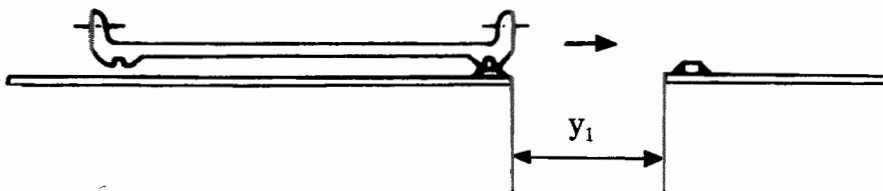

図20 両挿し口端の間隔
- (1) 継ぎ輪両受口共、ロックリング分割部の間隔測定を行う。
- (2) ゴム輪、バックアップリング、ロックリングを両挿し口に挿入する。
- (3) 挿し口に継ぎ輪全体を預ける。
- (4) もう一方の挿し口を据え付ける。その際、両挿し口端の間隔を図20に示すように標準間隔 y_1 (表7参照)にする。
- (5) 次に継ぎ輪を図20の矢印の方向にずらす。そして、最終的に継ぎ輪を両挿し口の中心に持ってくる。
- (6) 後の接合は直管の場合と同じである。